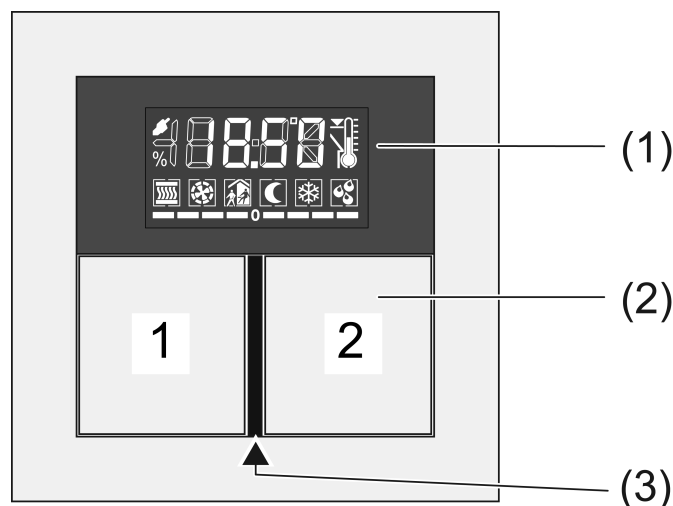

Figure 1
- Ouvrir : actionner simultanément les boutons 1 et 2 en haut à gauche (voir figure 1).